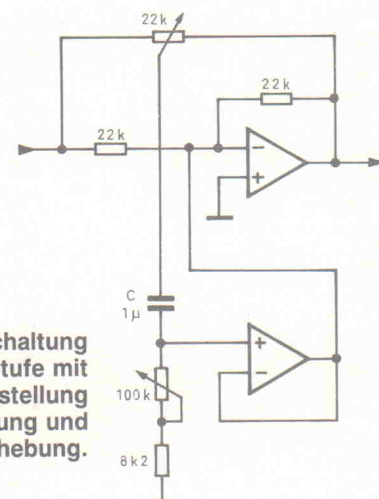

**Bild 17. Parametrischer EQ mit einem Einstellbereich von  $\pm 16$  dB. Die Frequenz wird über P 3a/P 3b eingestellt.**
Die Schaltung in Bild 17 zeigt nun, wie man beides erreicht. Die Auskopplung am Poti  $P3c$  geschieht niederohmig, so daß die Frequenzeinstellung mit  $P3a$  nur gering von  $H$  (Anhebung/Absenkung) beeinflusst wird. Nach dem Hochpaß mit seiner frei einstellbaren Übernahmefrequenz folgt ein ebensolcher Tiefpaß. Die Frequenzeinstellung geschieht über ein Tandempoti ( $P3a/P3b$ ) gleichzeitig für beide Filter. Der Umschalter ermöglicht nun zwischen Shelve- und Bell-Charakteristik, also ohne oder mit anschließender Absenkung zu wählen. Da hier mit Filtern 1. Ordnung gearbeitet wird, erreicht man eine Flankensteilheit von maximal 6 dB/Okt, wie auch bei 'normalen' Baß-/Höhenregelungen (Bild 15).
- Bild 17/24: D. + R., Avalon